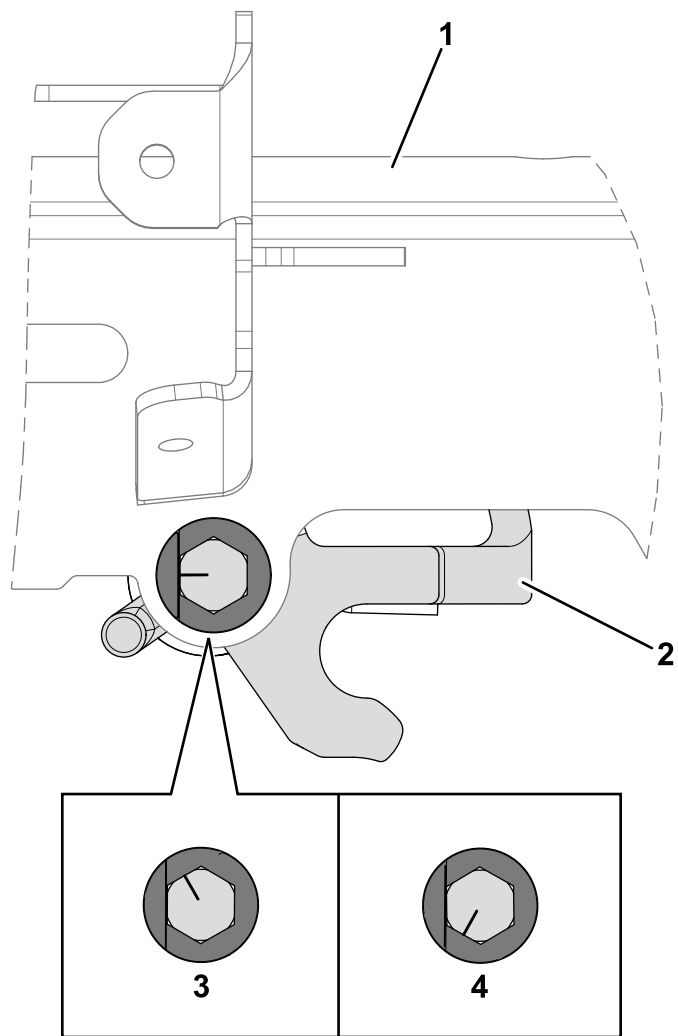

Figure 12
2. Tournez le boulon dans le sens horaire ou antihoraire pour réduire ou augmenter l'angle du dispositif de réglage de hauteur du guidon. Le dispositif de réglage doit être parallèle au récepteur soudé supérieur, comme montré à Figure 12.